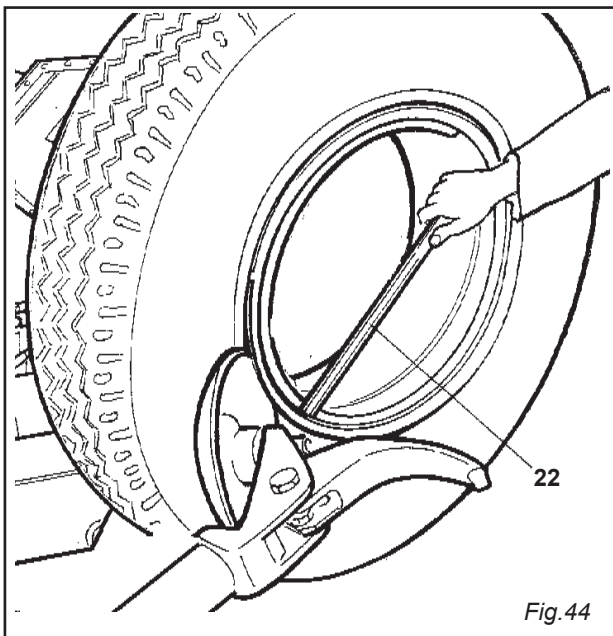

Fig. 44
- 5) Ripetere l'operazione facendo però avanzare il disco stallonatore contro il cerchietto (vedi fig. 44) fino a liberare l'anello di bloccaggio che verrà poi estratto con l'apposita leva (22) o con l'aiuto del disco stallonatore.
- 11) Traslare la pedana mobile (10) fino a portarla sotto la verticale del pneumatico.
- 3) Use the control levers (3) (4) to position the wheel so that the bead breaking disk skims the outer edge of the split-ring.
- 5) Repeat this operation but this time move the disk against the split-ring (See Fig. 44) until the locking ring is released. This ring can be removed with the special lever (22) or with the help of the bead breaking disk.
- 11) Move the platform (10) directly under the wheel.
- 3) Au moyen des leviers de commande (3) (4) positionner la roue de sorte que le disque décolle-talons effleure le bord extérieur du cercle à rebord.
- 5) Répéter l'opération en faisant avancer le disque décolleur contre le cercle (voir fig. 44) jusqu'à libérer la bague de blocage qui sera ensuite enlevée au moyen du levier (22) ou à l'aide du disque décolle-talons.
- 11) Déplacer la plate-forme mobile (10) sous le pneu.
- 5) Den Vorgang wiederholen, aber die Abdrückscheibe gegen den Spaltring (**Abb. 44**) bewegen, bis der Sperring freigegeben ist, der dann mit dem Hebel (22) oder der Abdrückscheibe herausgezogen wird.